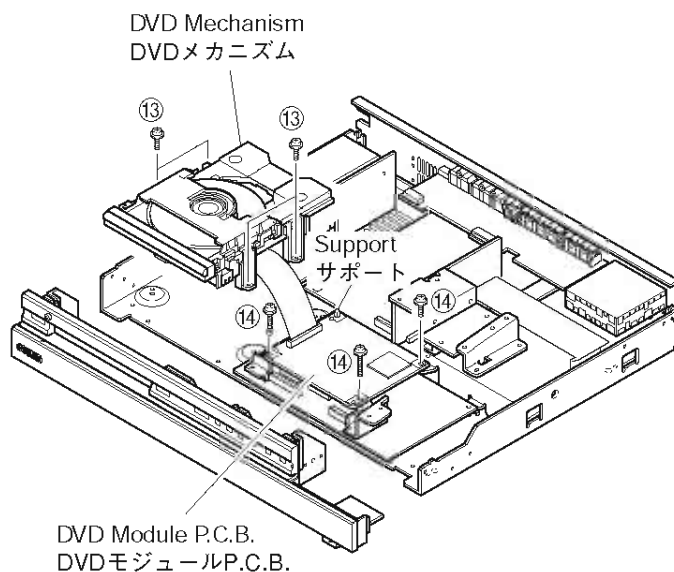

Fig. 7
- a. Remove 4 screws (13). (Fig. 7)
- b. Remove the DVD-Mechanism. (Fig. 7)
- a. Remove 3 screws (14). (Fig. 7)
- b. Remove the DVD module P.C.B. with the tip of the support pinched with pliers or the like. (Fig. 7)
- a. ⑬のネジ4本を外します。(Fig. 7)
- b. DVDメカを取り外します。(Fig. 7)
- a. ⑭のネジ3本を外します。(Fig. 7)
- b. サポートの先をペンチ等でつまみながら、DVDモジュールP.C.B.を取り外します。(Fig. 7)